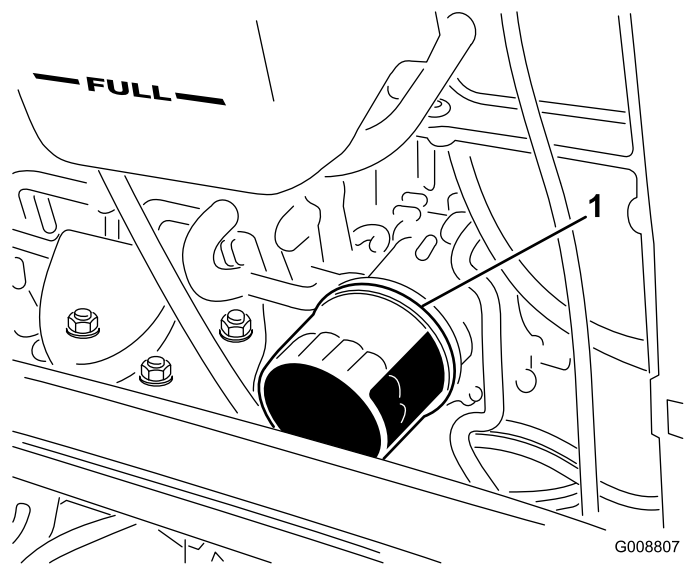

**Figure 57**
2. Retirez le bouchon de vidange (Figure 57) et laissez couler l'huile dans un bac de vidange.